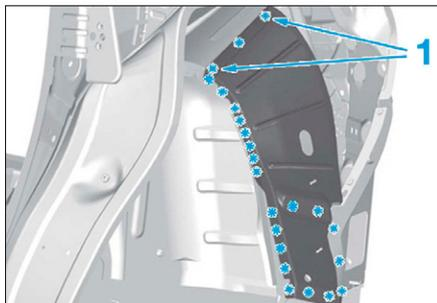

FIG. 196
- Dépointer et fraiser en (1) sur 2 épaisseurs et le reste sur une épaisseur comme illustré (Fig.196).